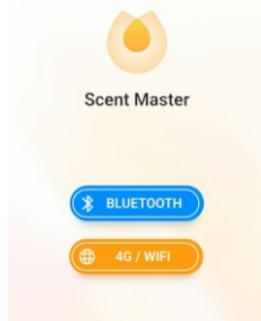

Рисунок 1
2. Откройте интерфейс домашней страницы приложения и нажмите «BLUETOOTH» (как рисунок 1);